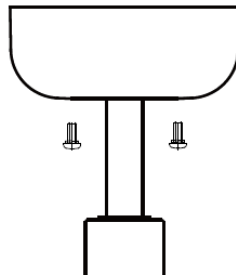

Abb. 9
- Decken Sie die Halterung mit der Abdeckung ab. Die Verkabelung befindet sich nun unter der Abdeckung und Sie sollten darauf achten, dass diese in diesem Schritt nicht beschädigt wird. Sichern Sie die Abdeckung an der Halterung der Deckenstange mittels der mitgelieferten Schrauben. Abb. 9